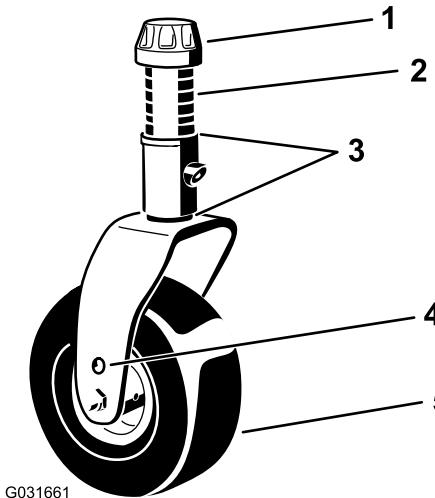

Figure 23
4. Avec la clé fournie, desserrez le chapeau de tension et retirez-le de l'axe de pivot, puis sortez l'axe du bras de la roue pivotante (Figure 23).